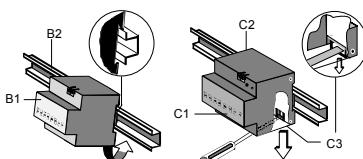
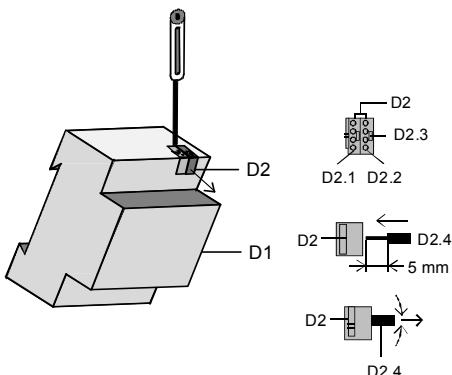

Bild 3 / Figure 3
Bild 4 / Figure 4
**Montage und Demontage des Gerätes: siehe Bild 3****Busleitung anschließen und abklemmen: siehe Bild 4****Montieren der Isolierkappe**
**Mounting and dismantling the device: See figure 3****Connecting and disconnecting the bus line: See figure 4****Mounting the insulating cap**